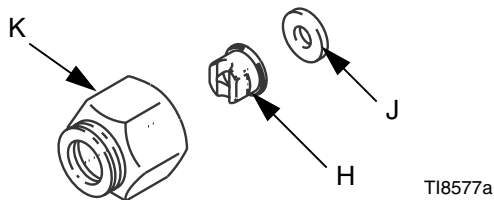

图 7：安装喷嘴
2. 将喷嘴（H）和垫圈（J）装入喷嘴固定螺母（K）内。将组件拧紧到喷枪上。用扳手将组件拧紧。见图 7。
1. 要调节扇幅喷嘴的喷型方向，让喷嘴的槽处于水平位置即为水平喷型，槽处于垂直位置即为垂直喷型。参见图 7。